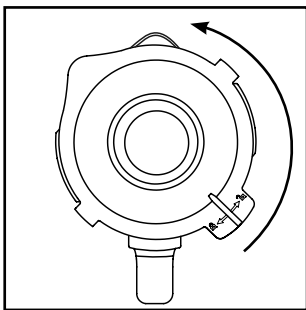

Fig.1
- 1) Rode o copo misturador ③ para a esquerda, até a seta ▼ por baixo da pega do copo misturador ficar sobre a posição . Levante o copo misturador ③ a direito, retirando-o do bloco do motor ⑥.
- 2) Remova a tampa ②, rodando-a para a esquerda na direcção da posição  (ver fig. 1), até a conseguir puxar para cima.
3) Encha o copo misturador ❸ no mínimo até ao traço inferior da escala ❹ e no máximo até à marca MAX. Para resultados ideais, recomendamos as seguintes quantidades máximas de enchimento: